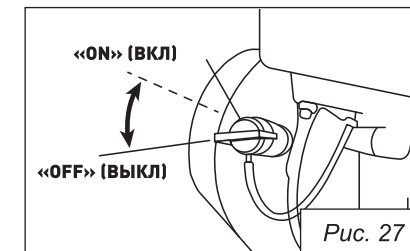

Рис. 27
- Переведите выключатель в положение «OFF» (рис. 27).